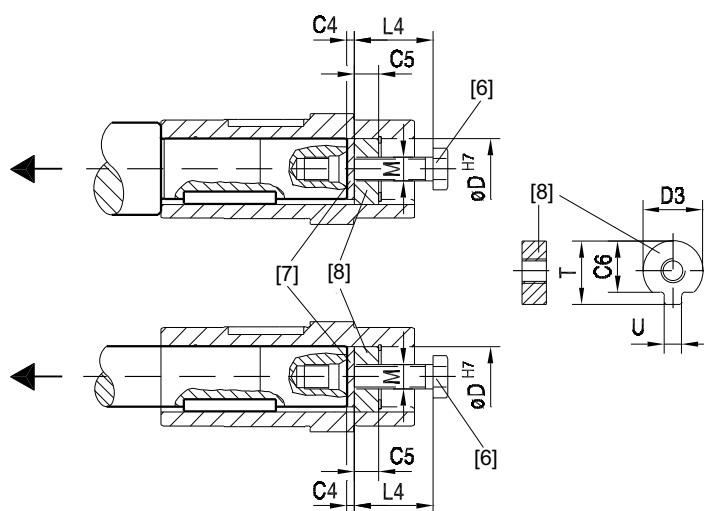

Fig. 17 : Démontage
1. Desserrer la vis de fixation (6).
2. Retirer le circlips (3) et le cas échéant, l'entretoise (5).
3. Comme présenté dans la fig. 17 placer la rondelle à chasser (7) et l'écrou autobloquant (8) entre l'arbre client (4) et le circlips (3).
4. Remettre en place le circlips (3).
5. Insérer la vis de fixation (6). A ce stade, l'arbre peut être séparé du réducteur.